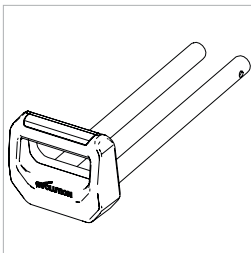

Fig. 4
- Der Schiebescchlitten **(Abb. 4)**